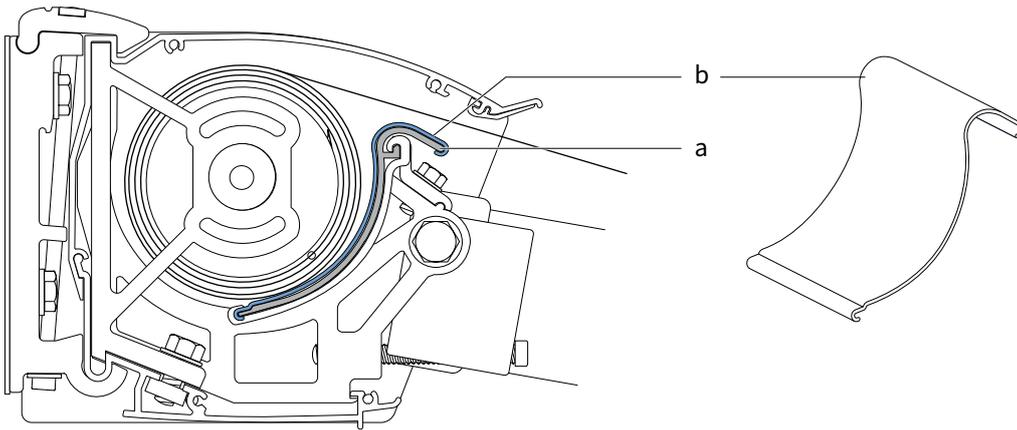

Abb. 8.1 Schutzstreifen in der Tuchrinne
**Achtung!** Überprüfen Sie stets, ob die Kunststoff-Schutzstreifen (b) in der Tuchrinne (a) genau unter den Nähten liegen. Siehe Abbildung 8.1.